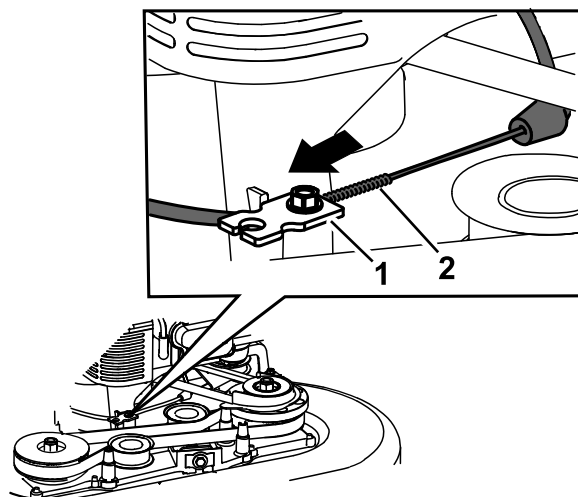

Figure 46
6. Tirez sur la gaine du câble pour supprimer le mou (Figure 46).